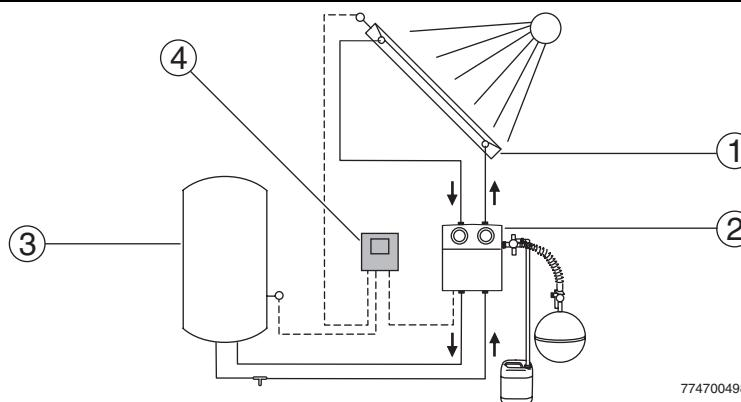

Fig. 30 Esquema do sistema
Quando a diferença de temperatura ajustada entre o campo de colectores (→ Fig. 30, pos. 1) e o termoacumulador solar (→ Fig. 30, pos. 3) é ultrapassada, a bomba no grupo de circulação é activada.